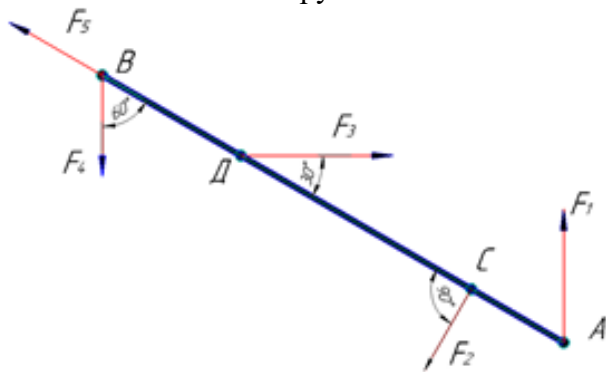

Рисунок 6
**Задание:** Определение момента сил относительно точки, если дан брус АВ, на который действуют силы  $F_1=10\text{н}$ ,  $F_2 = 20\text{н}$ ,  $F_3 = 30\text{н}$ ,  $F_4 = 40\text{н}$ ,  $F_5 = 50\text{н}$ , приложенные в точках А, В, С, D (рис. 6), если известно, что  $AC = 0,4\text{м}$ ;  $CD = 1\text{м}$ ,  $DB = 0,6\text{м}$ . Определите моменты от заданных сил относительно точек А и В брус.